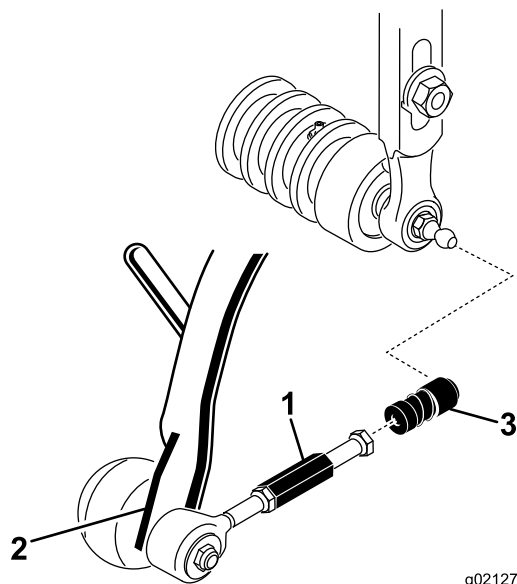

Figure 10
- Repoussez le manchon sur chaque douille de rotule et accrochez la douille sur la rotule de l'unité de coupe (Figure 10).